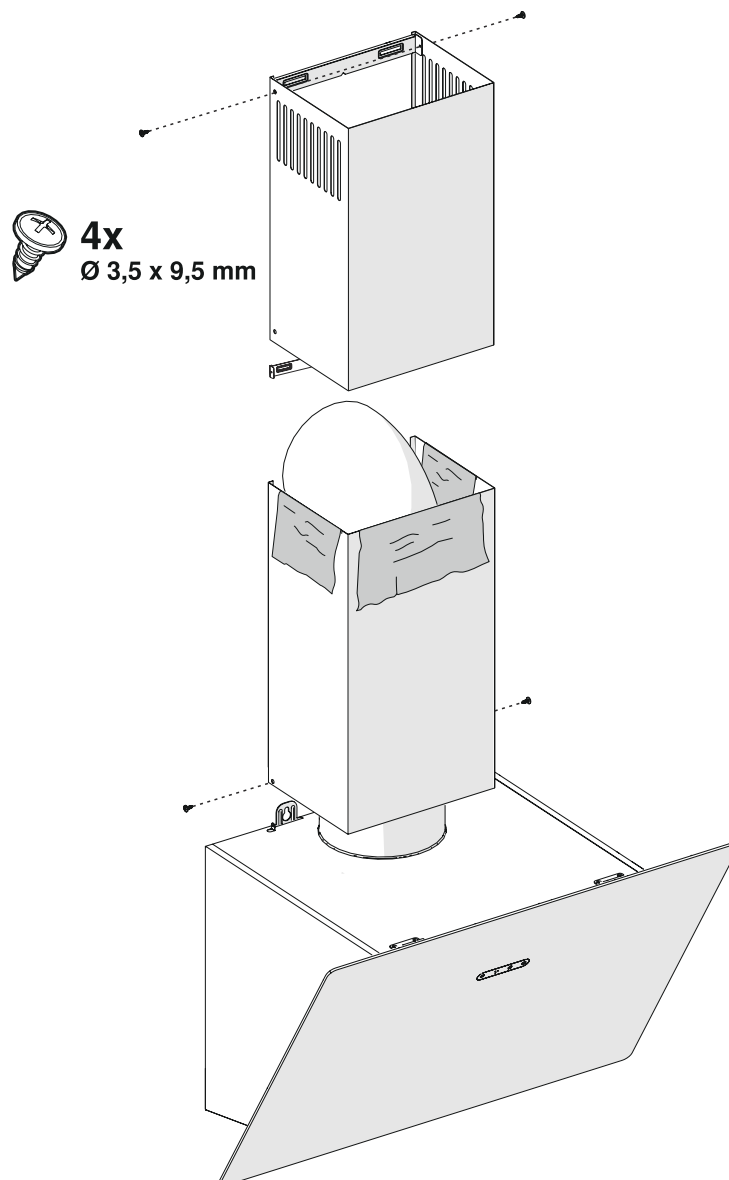

Fig. 13
- Hvis der er beskyttelsesfolie på skorstenen, skal du trække det af. (Fig. 13).
- Montere nu den indvendige skorsten fast i skorstensbeslaget under loftet (Fig. 13).
- Montere den udvendige skorsten fast i bunden, hvor den kan fastgøres med en skrue på hver side (Fig. 13).